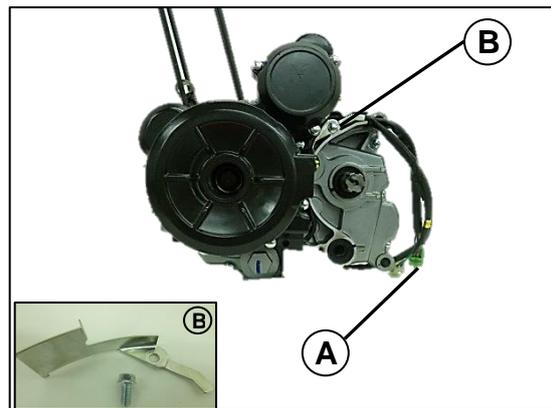

Fig. 30
Remueva las cajas de las conexiones eléctricas que salen del motor (A) y retire la platina (B) que sirve como guía para los cables conexión motor. **Fig.30**